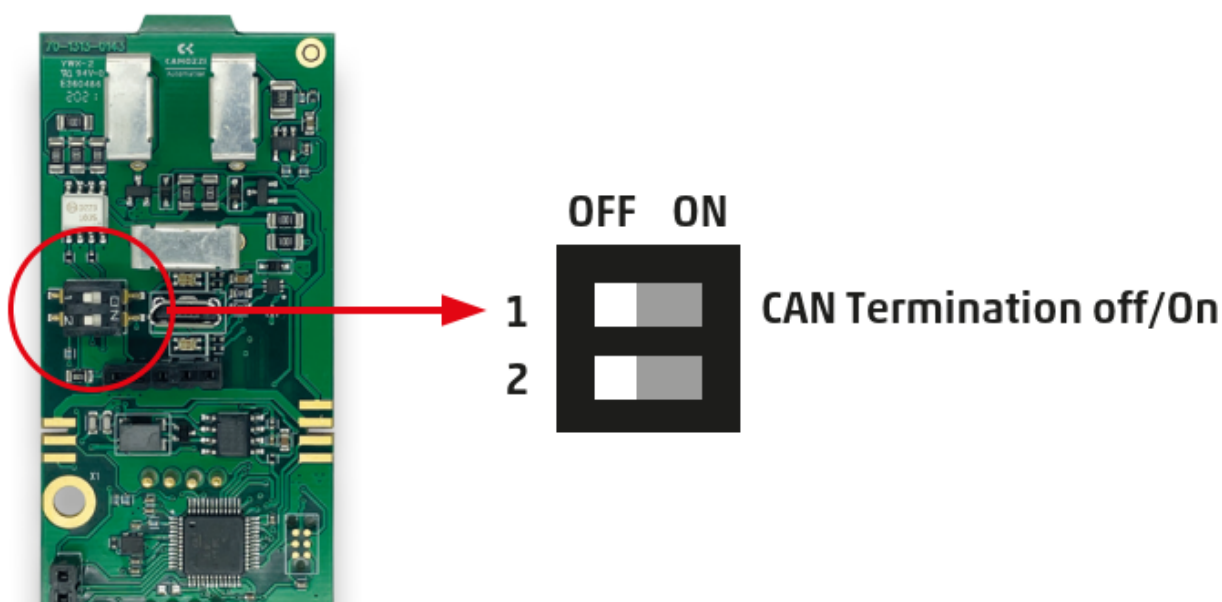

Figura 5.1: Interruttore per abilitare la resistenza di terminazione CANopen
Nel caso di comando CANopen il dispositivo accetta tramite process data un setpoint all'interno del range -10000 e 10000, che corrisponde al range -100.00% e 100.00%. Nel caso in cui il dispositivo sia l'ultimo nodo della rete è necessario abilitare la resistenza di terminazione della linea di comunicazione tramite l'apposito interruttore presente sul modulo testa sotto il coperchio in plastica (vedi figura 5.1).
- Terminazione rete: i nodi agli estremi della rete devono aver abilitata la resistenza di terminazione (vedi figura 5.1), nell'esempio del posizionatore a doppio effetto la rete è composta da solo due nodi dunque deve essere abilitata su entrambi.